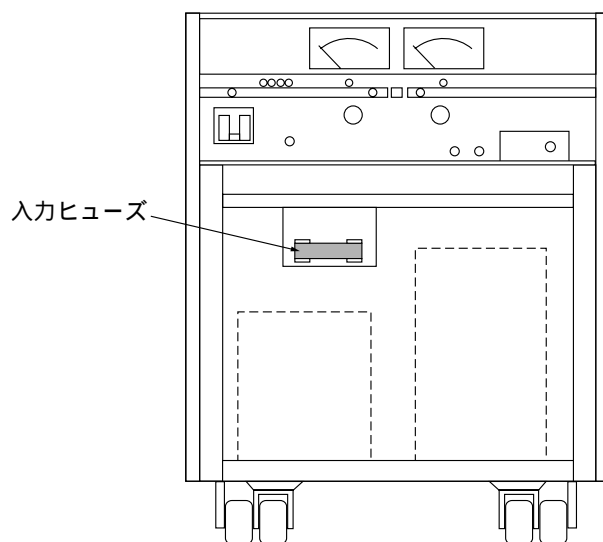

図6-15 TYPE IVモデルヒューズ交換
2. ホルダからヒューズを外し、入力ヒューズを交換します。図6-15を参照してください。